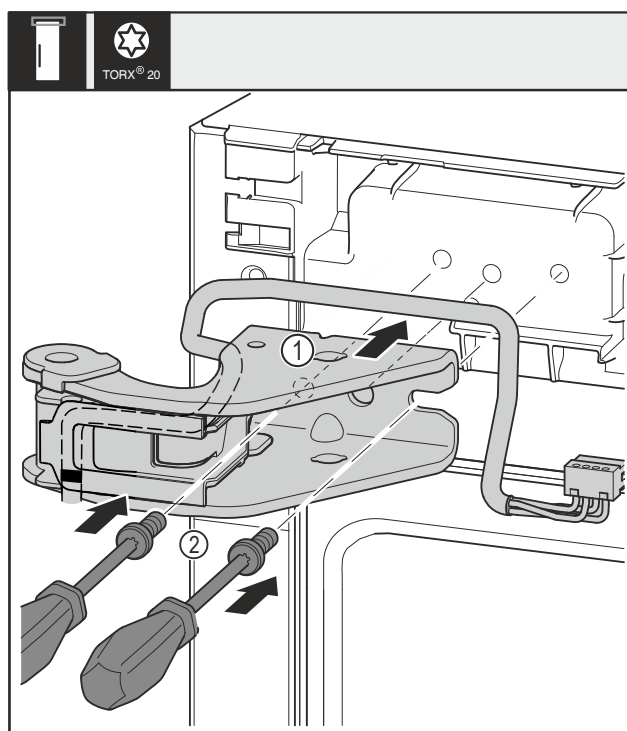

Fig. 21
- Applicare il blocco di supporto superiore Fig. 21 (1).
- Inserire le viti Fig. 21 (2) con un cacciavite e serrarle.